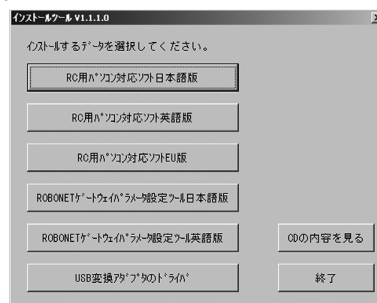

図 1.14 インストールするデータ選択画面
① CD-ROM ドライブに本ソフトウェアの入った CD-ROM を挿入します。
② インストールするデータ選択画面 (図 1.14) が表示されます。
最後に、データ選択画面(図 1.14)の終了をクリックしてください。データ選択画面(図 1.14)が消えます。